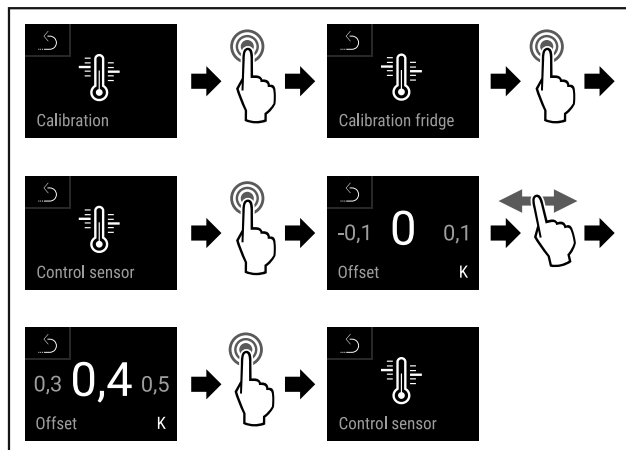

Fig. 137
- ▶ Eseguire i passi (vedere Fig. 137).